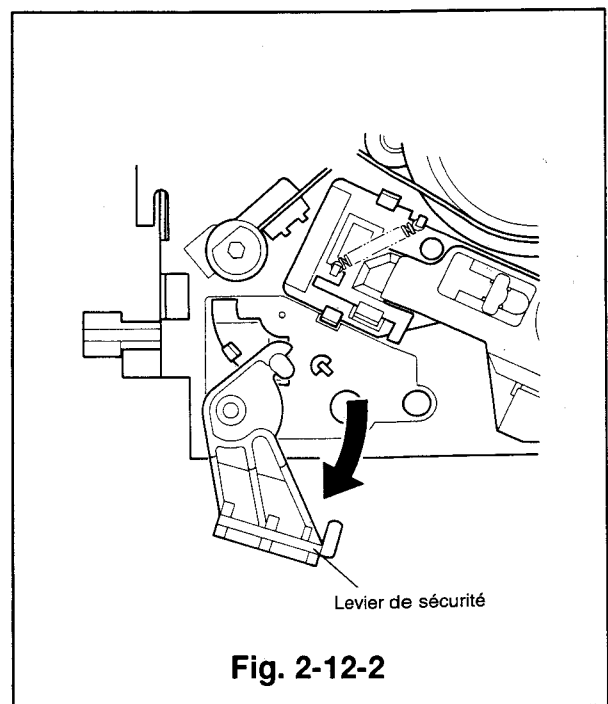

Fig. 2-12-2
- 3) Tourner le levier de sécurité dans le sens des aiguilles d'une montre et déposer en soulevant, comme illustré dans la Fig. 2-12-2.